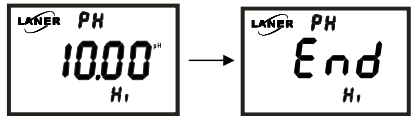

图 7-8
2、按 **←** 键或 **→** 键将数值调至控制所需的数值，然后按 **ENT** 键确认，仪表显示高点控制调节结束。显示如图 7-8 所示：